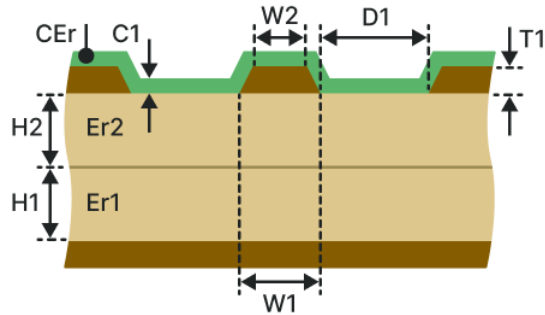

Рис. 160 Копланарная микрополосковая ЛП с маской и опорным слоем (КММОС-2Н)
- Копланарная микрополосковая ЛП с маской и опорным слоем (КММОС-2H), см. Рис. 160.